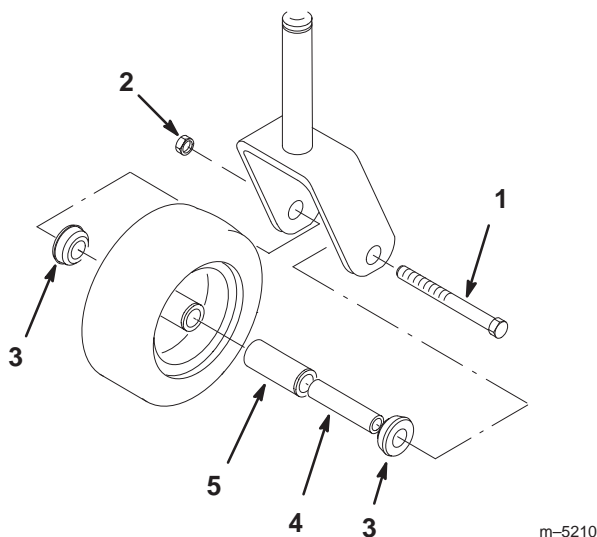

Figure 57
1. Enlevez le contre-écrou et le boulon qui assujettissent la roue pivotante sur la chape (Fig. 57).
2. Enlevez une bague, puis sortez la douille pour clé et le roulement à rouleaux du moyeu de roue (Fig. 57).
3. Enlevez l'autre bague du moyeu, puis nettoyez la graisse et les saletés qui se trouvent éventuellement dans le moyeu (Fig. 57).
4. Examinez l'usure du roulement à rouleaux, des bagues, de la douille pour clé et de l'intérieur du moyeu. Remplacez les pièces endommagées ou usées (Fig. 57).
5. Pour le remontage, placez une bague dans le moyeu de la roue. Lubrifiez le roulement à rouleaux et la douille pour clé, et insérez-les dans le moyeu. Mettez la deuxième bague dans le moyeu (Fig. 57).
6. Montez la roue pivotante dans la chape à l'aide du boulon de roue et du contre-écrou. Serrez le contre-écrou jusqu'à ce que la base de la douille pour clé soit en appui contre l'intérieur de la chape (Fig. 57).